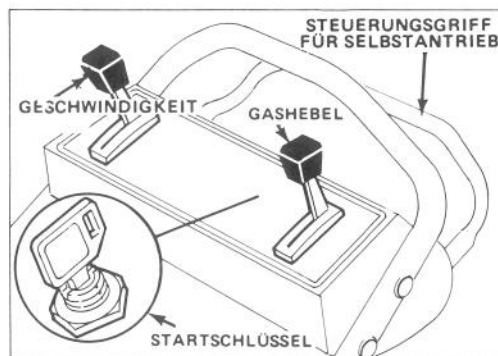

Bild 7
1. **STEUERVORRICHTUNG** — Startschlüssel (Elektrostart - Modell), Gashebel, Geschwindigkeitshebel und Antriebshebel befinden sich am oberen Griff (Bild 7). Seilstarter befindet sich am Motoraberteil.
2. Kabel auf Zündkerze schieben und bei Modellen mit Selbstantrieb den geschwindigkeitshebel auf "N" einstellen (Bild 7).
4. STARTEN MIT E-START — Gashebel (Bild 7) auf CHOKE stellen. Startschlüssel (Bild 7) auf START drehen und bei Anlaufbeginn des Motors loslassen.
6. STOPPEN (Bild 7) — Zum Stoppen des Fahrbetriebs den Antriebshebel loslassen. Bei Selbstantriebsmodellen den Geschwindigkeithebel auf "N" stellen. Zum Stoppen des Motors den Gashebel auf OFF (AUS) stellen. Schlüssel aus dem Schalter entfernen bzw. Draht von Zündkerze ziehen, wenn der Mäher unbeaufsichtigt oder nicht in Gebrauch ist.